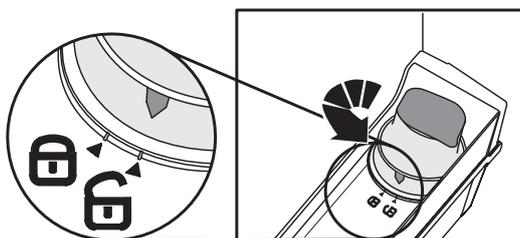

Fig. 3
- Déverrouillez le filtre au complet en tournant dans le sens antihoraire (**Fig. 3**)
(Vous pouvez suivre la procédure décrite dans la section Activation du filtre au charbon et installation du filtre - Fig. 3, 4, 5, 6, 7, 8).